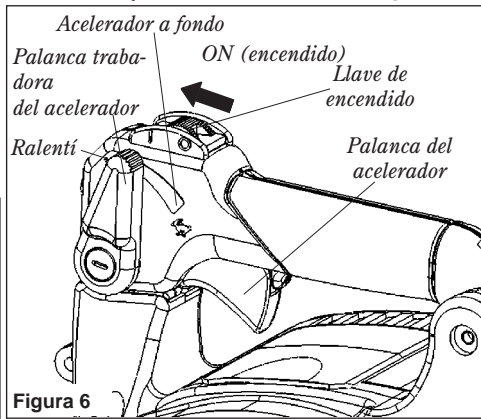

Figura 6
- Deslice el interruptor de encendido hasta la posición "I" (ENCENDIDO) y después pulse la palanca del acelerador hasta la mitad y trabe el acelerador moviendo la palanca de seguridad del acelerador hasta la mitad, hacia abajo. Consulte la Figura 6.